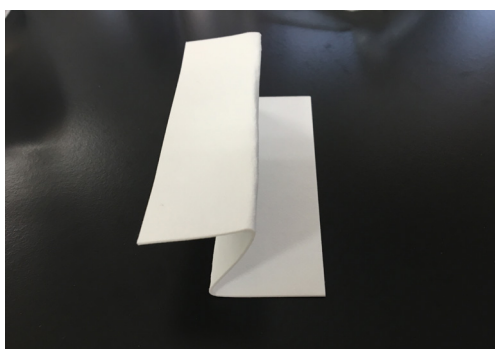
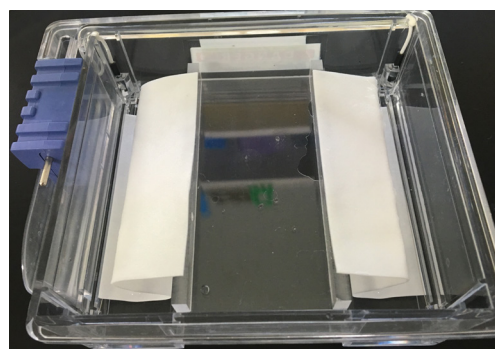

図 3
図 4
- 4 ろ紙を 2 枚取り出し、Z 型に折り目を付け (図 3)、泳動槽に注いだ泳動用バッファーに浸し、アタッチメント (下) にかけます (図 4)。ろ紙は 1 の膜の大きさに合わせて切ってご使用ください。また、足りない場合は市販のろ紙 (アドバンテックなど) で代用可能です。